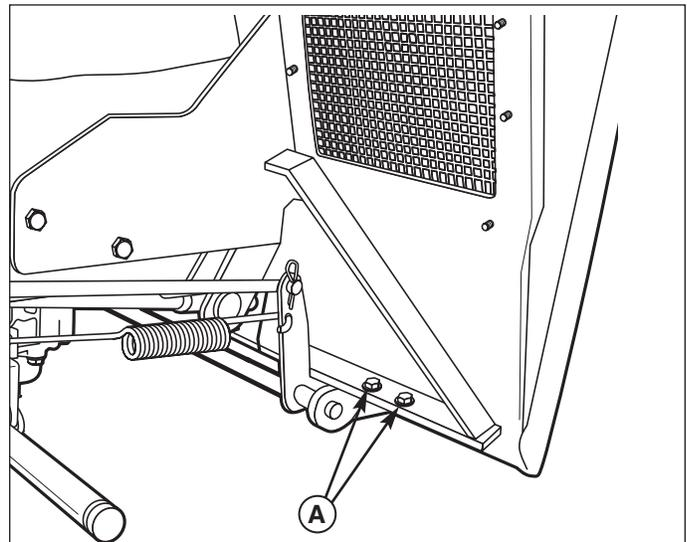

Figure 26. Puits de roue arrière gauche
1. Repérer les écrous de réglage (A, Figure 26) en dessous de l'avant des boulons de montage de la transmission (des deux côtés).
Si la trémie ne se verrouille pas lorsque le levier est poussé rapidement vers l'avant, il se peut que vous deviez régler l'intervalle du verrou. Desserrez les vis (A, Figure 26) et réglez la plaque selon les besoins.